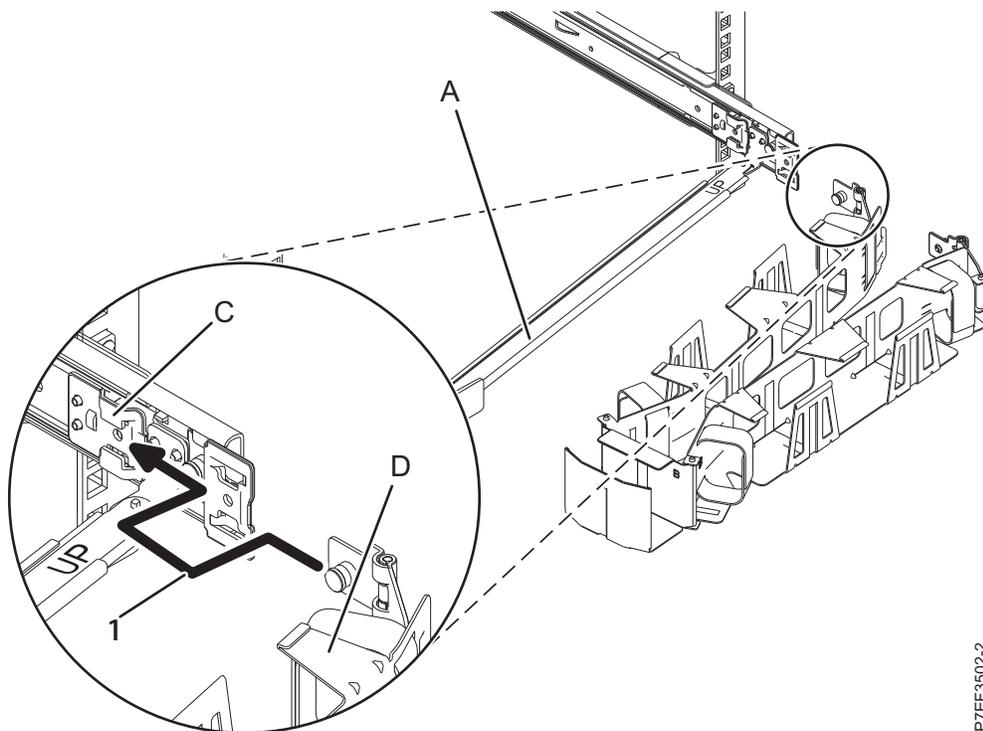
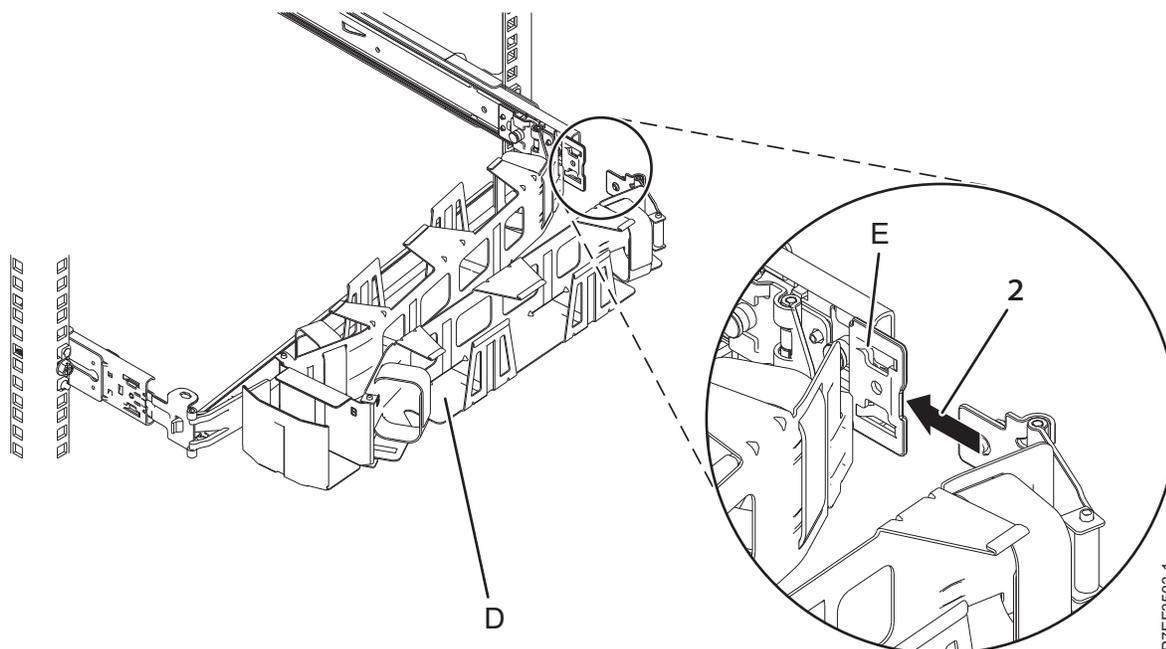

Figura 15. Deslizando a guia do suporte para organização de cabos no slot de suporte de montagem
Figura 16. Deslizando a outra guia do suporte para organização de cabos no suporte de extensão
7. Posicione o suporte para organização de cabos **(D)** no braço de suporte **(A)**. Deslize a primeira aba do suporte para organização de cabos no slot no suporte de montagem **(C)**. Empurre a presilha até que a trava com mola se encaixe no lugar. Deslize a outra guia do suporte para organização de cabos no suporte de extensão **(E)** no lado externo do trilho deslizante da direita **(2)**. Empurre a presilha até que a trava com mola se encaixe no lugar. Para obter detalhes, consulte Figura 15 na página 11 e Figura 16 na página 11.